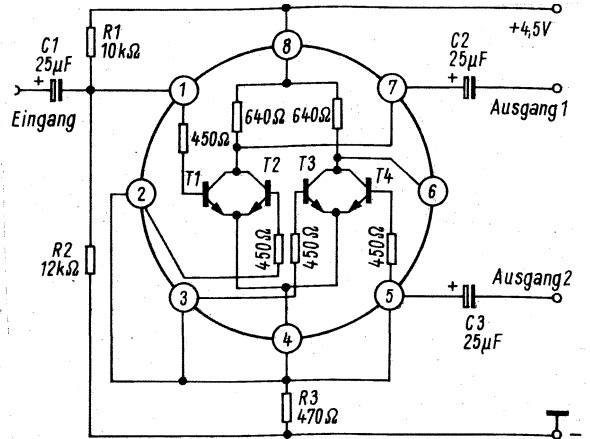
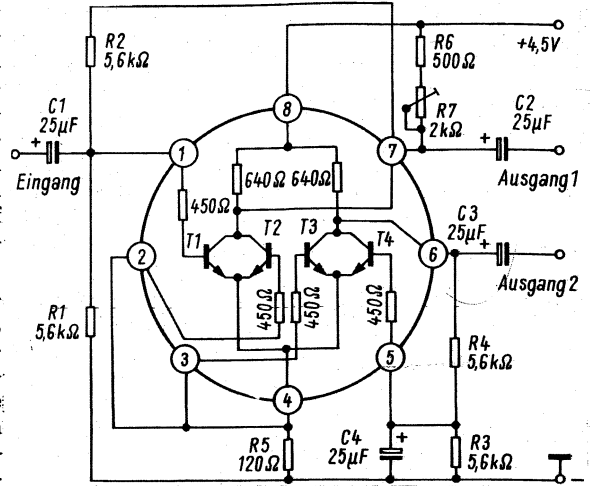

Bild 4a. Einstufiger Phasenaufspalter
Bild 4b. Zweistufiger-Phasenaufspalter
a) Man schaltet den Transistor T1 als Linearverstärker und entnimmt am Ausgang (7) und am Emitterwiderstand R3 zwei Sinusspannungen, die zueinander in Gegenphase sind (Bild 4a). Falls die Amplituden dieser Sinusspannung einander nicht gleich sind, kann dies durch Verändern des Emitterwiderstandes R3 korrigiert werden. Die Spannungsverstärkung  $v$  dieser Stufe ist nahezu gleich 1.
b) In Bild 4b ist die Schaltung eines zweistufigen, emittergekoppelten Verstärkers dargestellt. Damit wird eine am Eingang (1) liegende Sinusspannung in zwei Sinusspannungen an den Ausgängen (6) und (7), die zueinander in Gegenphase stehen, aufgespalten. Gegenüber Bild 4a haben wir hier eine Spannungsverstärkung von  $v = 8$ . Die Ausgangsimpedanzen der Ausgänge 6 und 7 sind, im Gegensatz zu Bild 4a,